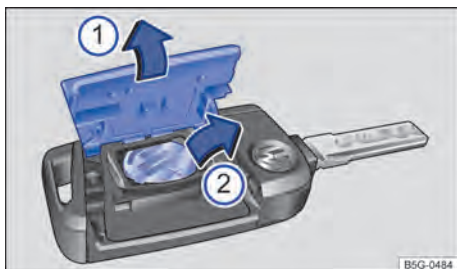

Fig. 65 Chave do veículo: trocar a pilha-botão.
- Levantar a cobertura → Fig. 65 ① → ①.
- Elevar a pilha-botão do compartimento da pilha → Fig. 65 ②.
- Pressionar novas pilhas-botão no compartimento da pilha → ①.
- Pressionar a cobertura na carcaça → Fig. 65 ①.